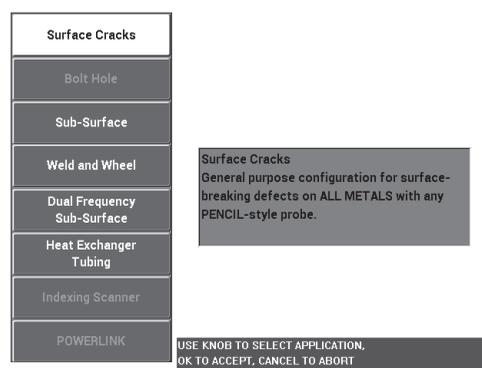

Figura 5-73 Aplicación para grietas superficiales
2. Pulse una sola vez la tecla de menú ADV SETUP (🔧), después, seleccione el parámetro **APPL SELECT** (tecla de función A) para abrir el menú de selección de aplicaciones. Seleccione la opción **Surface Cracks** (grietas superficiales) con la rueda de ajuste y, después, pulse la tecla ✓ para aceptar la selección. Vea la Figura 5-73 en la página 198.